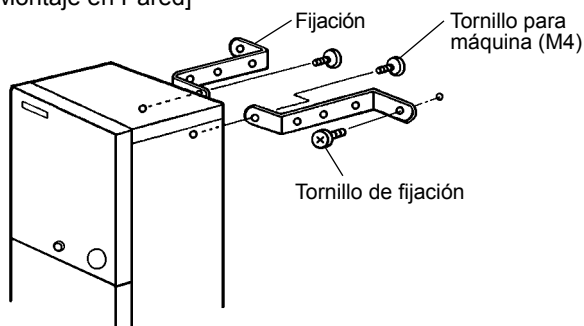

Fig. 2
- * Fije el dispensador de hielo a la pared usando las fijaciones (accesorios) y los tornillos de fijación (no suministrados). Tuerza las fijaciones de acuerdo al estado de la instalación. Ver Fig. 2.